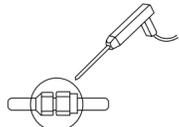

Fig. 7-2
- Faire un contrôle de fuite de réfrigérant au niveau du raccord avec un contrôleur de fuites de gaz ou avec une solution d'eau savonneuse en procédant de la façon indiquée sur la Fig. 7-2.